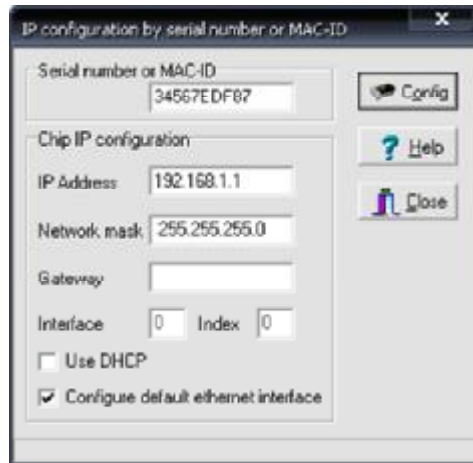

Рисунок 10. Окно настройки основных параметров ретранслятора
2.4.12 Сделайте щелчок правой кнопкой «мышки» по строке с выбранным ретранслятором. В появившемся на экране выпадающем меню выберите элемент меню «IP configuration». На экране отобразится окно настройки основных параметров (рисунок 10) для конфигурации ретранслятора в ЛВС. В данном окне необходимо настроить только пункты «IP Adress», «Network mask» и «Gateway» согласно данным, полученным от провайдера, и нажать кнопку «Config».